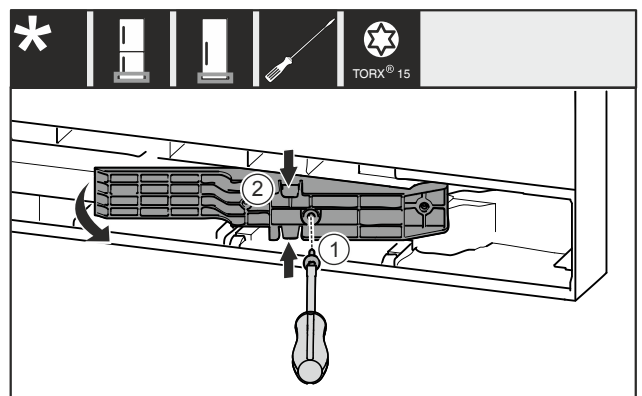

Fig. 22 \*
- ▶ Schroef Fig. 22 (1) verwijderen.\*
- ▶ Adapterstuk Fig. 22 (2) boven en onder iets samen-drukken en eruit trekken.\*